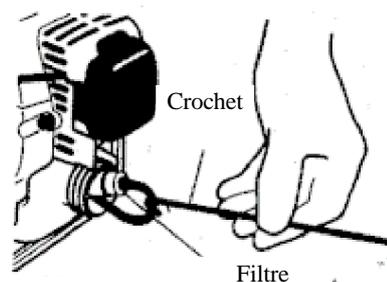

Figure 38
- Utilisez un crochet pour retirer le filtre à combustible de l'intérieur du réservoir de combustible. Voir Figure 38.